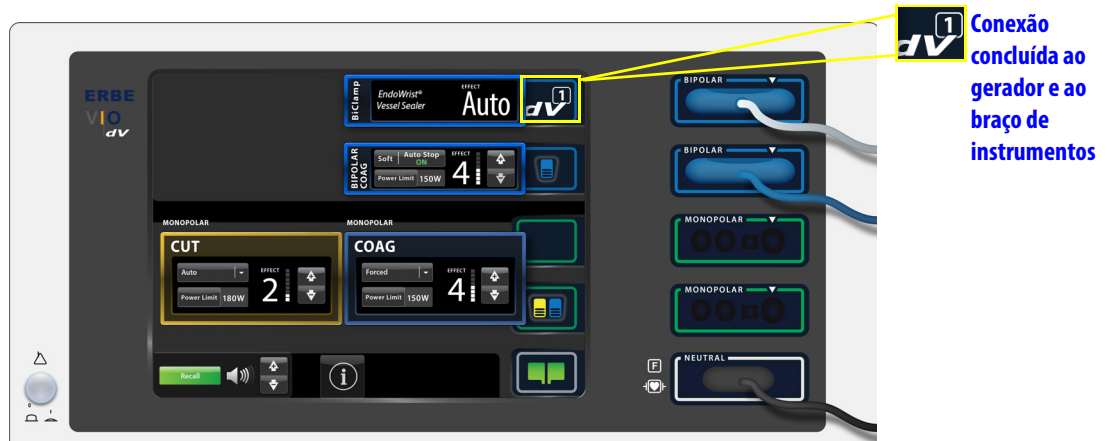

Figura 3.4 Instrumento completamente conectado
- Verifique e certifique-se de que o cabo do instrumento esteja totalmente conectado à porta do instrumento Bipolar no VIO dV. Certifique-se que o cabo não esteja instalado de ponta-cabeça alinhando a seta do conector com a seta na porta de conexão no VIO dV (Figura 3.4).
- Quando o instrumento estiver completamente conectado, o ícone do dV aparecerá na tela do gerador com o número do braço atribuído ao instrumento na tela (Figura 3.4).